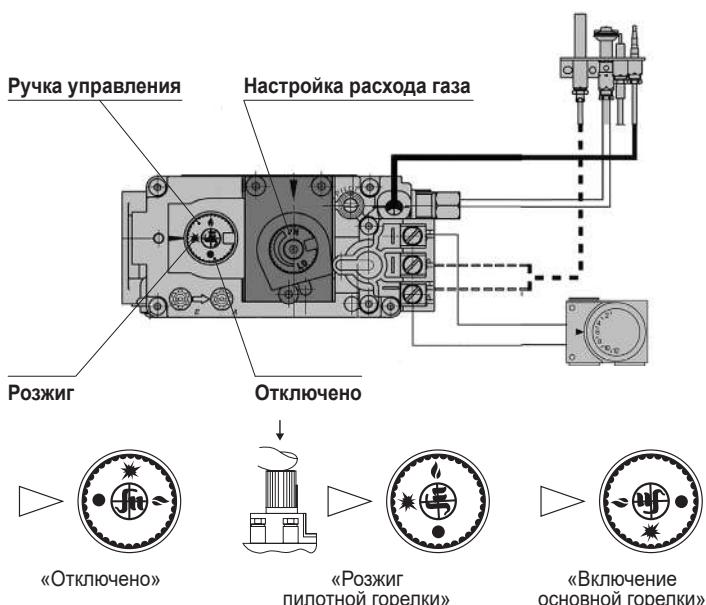

Рисунок 10
- Установить ручку газового блока в положение «Отключено» (см. рис. 10).
«ОТКЛЮЧЕНО» (см. рис. 10), А ТОЛЬКО ЗАТЕМ ПОВЕРНУТЬ
Регулировка осуществляется вращением винта настройки расхода газа (рис. 10). Допускаемый диапазон выходного давления составляет 700...950 Па для природного газа.